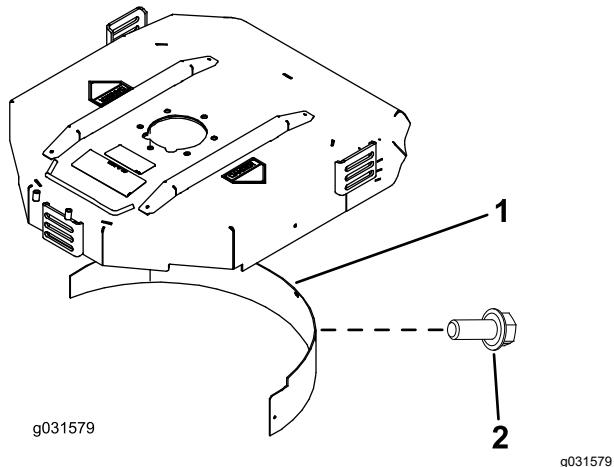

Рисунок 19
- Установите дефлектор для мульчирования в отверстие задней стенки и закрепите его пятью болтами с фланцевой головкой (Рисунок 19).